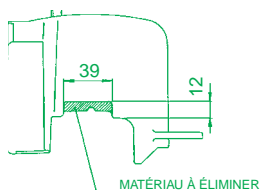

Fig. 1
- Insérer le joint de culasse (9) et la culasse (7) sur les goujons jusqu'en butée contre le cylindre.
- Installer le soufflet sur le cylindre (modifié comme la Fig. 1 le montre), le déflecteur et la nouvelle bougie (voir section « Conseils importants »).